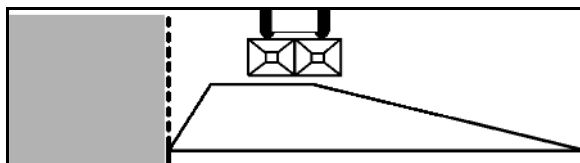

Рис. 69
2. Распределение по канаве в соответствии с предписанием о внесении удобрений (Рис. 69):